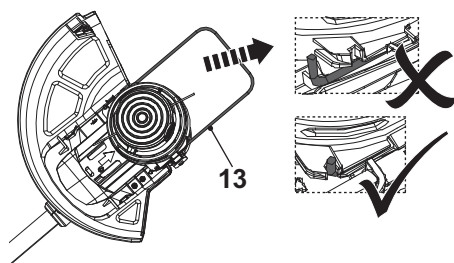

Fig. 12, posición de recorte/bordeo
1. Tire del protector de plantas (13) hasta que se bloquee para su funcionamiento de recorte/bordeo (Fig. 12).